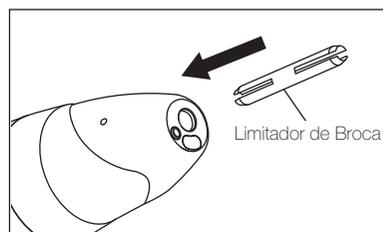

Fig. 2
- 2) Insira o limitador de broca fornecido na **pinça**. (Fig. 2)